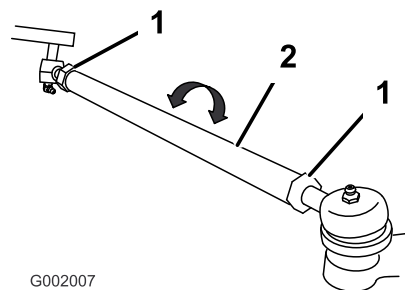

Figure 51
- Si les mesures sont hors spécifications, desserrez les écrous de blocage aux deux extrémités des biellettes (Figure 51).